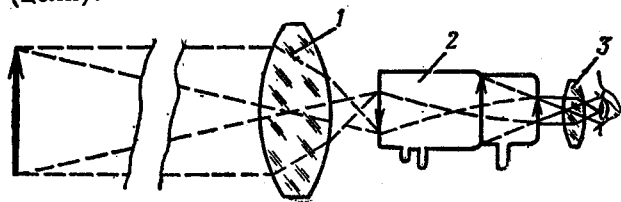

Рис. 3. Схема электронно-оптического прибора:
5. Электронно-оптический прибор (рис. 3) служит для преобразования невидимого ин-